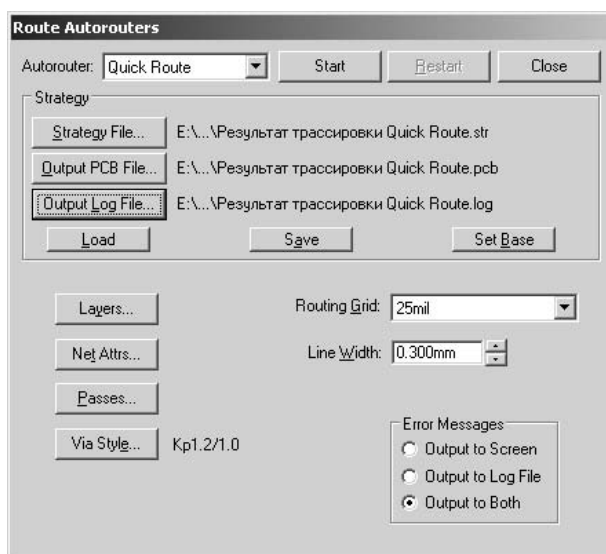
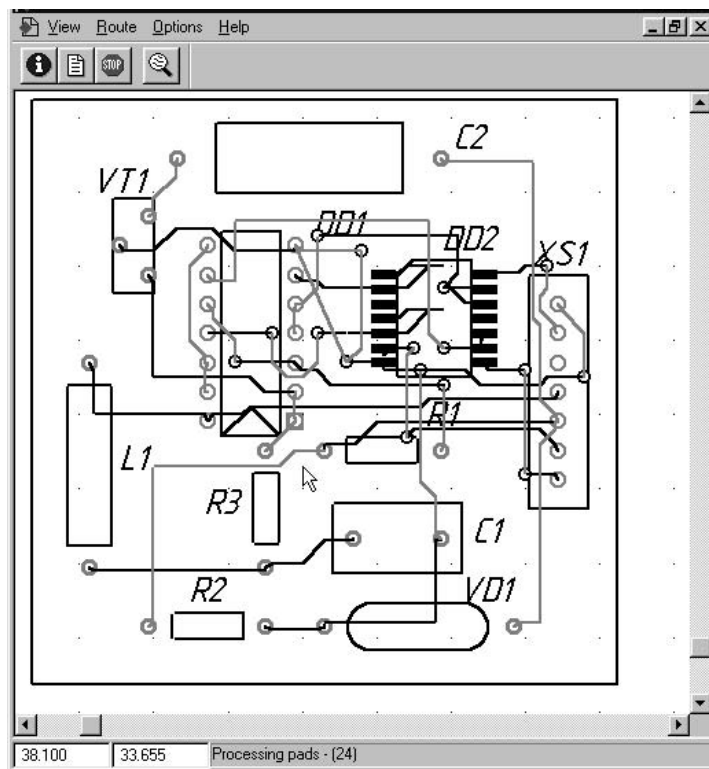

Рис.8.1.3
Рис.8.1.9
- Для сохранения параметров конфигурации нажать на кнопку **Save** (рис.8.1.3).
- Для автоматической трассировки проводников нажать кнопку **Start** в окне **Route Autorouters** (рис.8.1.3). После этого будет выполняться трассировка ПП в двух слоях. Экран трассировщика Quick Route представлен на рис.8.1.9.